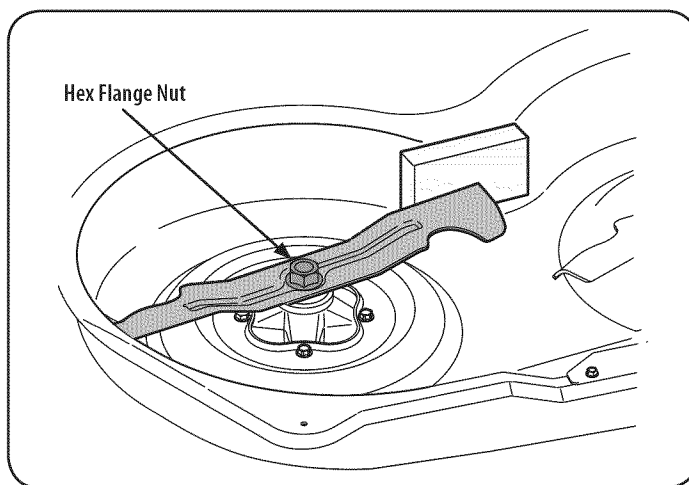

Figure 54
2. Coloque un bloque de madera entre el centro y el deflector de la vivienda cubierta de la cuchilla de corte para actuar como un estabilizador. Véase la Figure 54.
3. Quite la tuerca hexagonal brida que sujeta la hoja a la Asamblea del husillo. Véase la Figure 54.